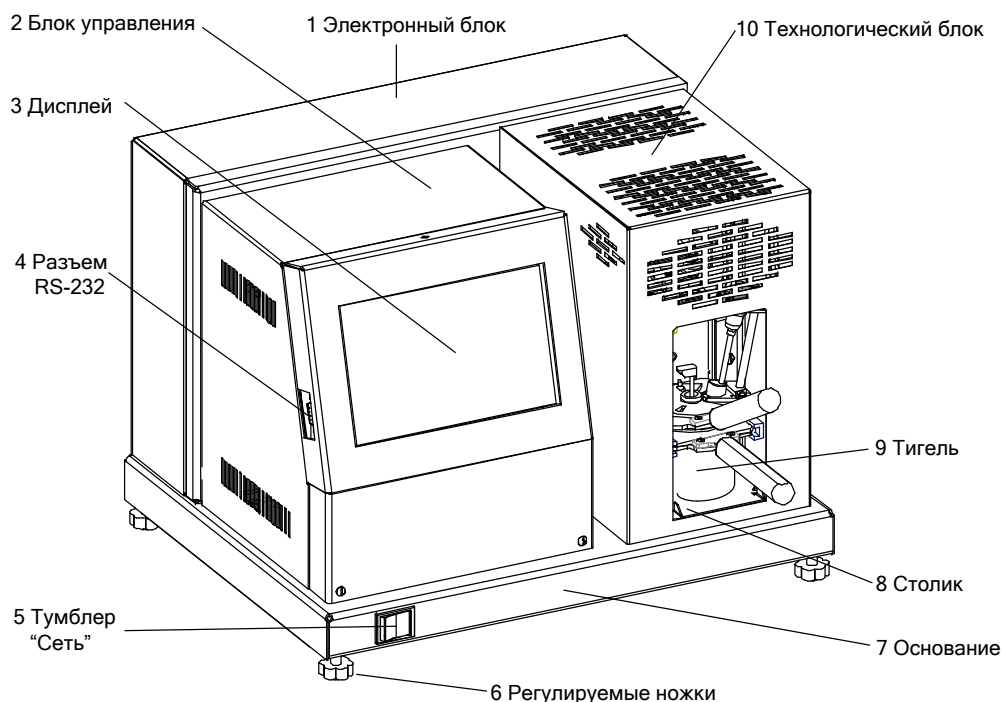

Рисунок 1 – Устройство аппарата
2.3.3.1 Для проведения испытания тигель, заполненный продуктом, с закрытой крышкой устанавливается на столик (8) (см. рисунок 1) и вставляется по направляющим до упора в аппарат.
3.3.1 Подключить аппарат к сети, включить аппарат тумблером "Сеть" (5) (см. рисунок 1, страница 4).
- 4) режим работы аппарата – непрерывный. После окончания работы аппарат выключается тумблером "**Сеть**" (см. рисунок 1, страница 4);